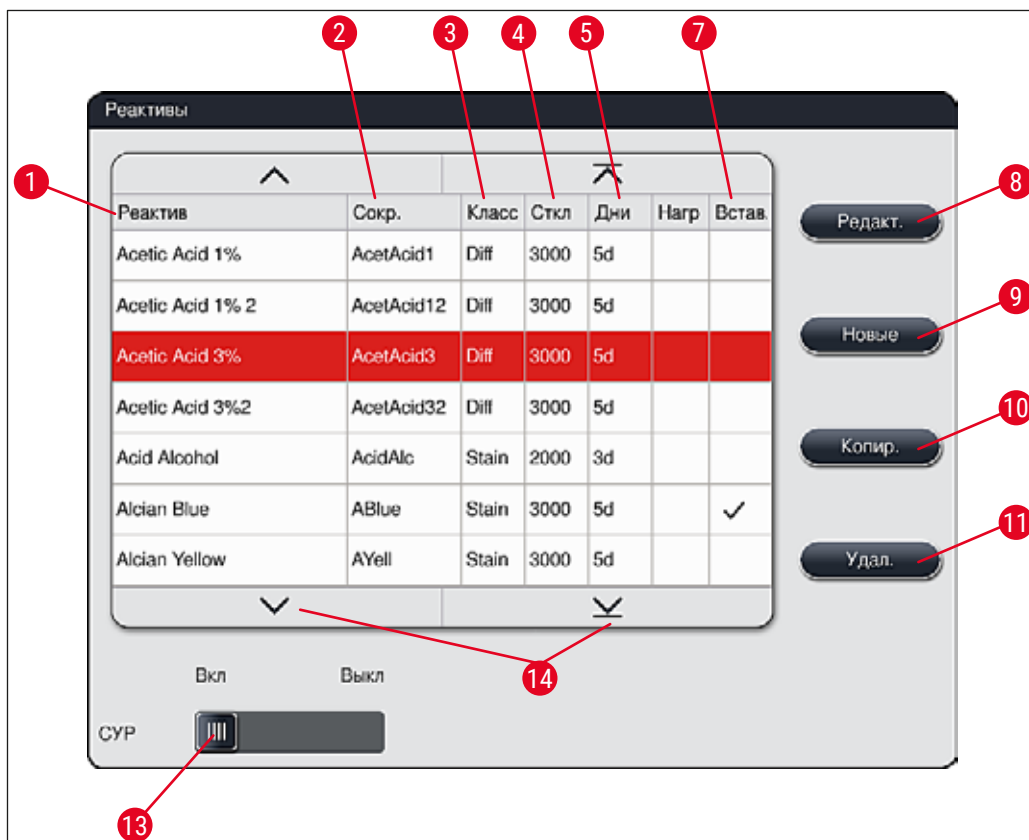

Рис. 36
- Выберите реактив для копирования в список реактивов (→ "Рис. 36"), нажав на него, а затем нажав кнопку **Копир.** (→ "Рис. 36-10").
- Выберите реактив для изменения в списке реактивов (→ "Рис. 36"), нажав на него, а затем нажав кнопку **Редактировать** (→ "Рис. 36-8").